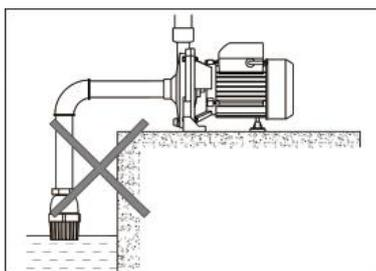

Рисунок 9
7. В ходе рабочего процесса, необходимо проверить снижение уровня воды, нижний клапан и конец трубы на входе в воду. Поднимать трубу запрещено (см. рисунок 9).